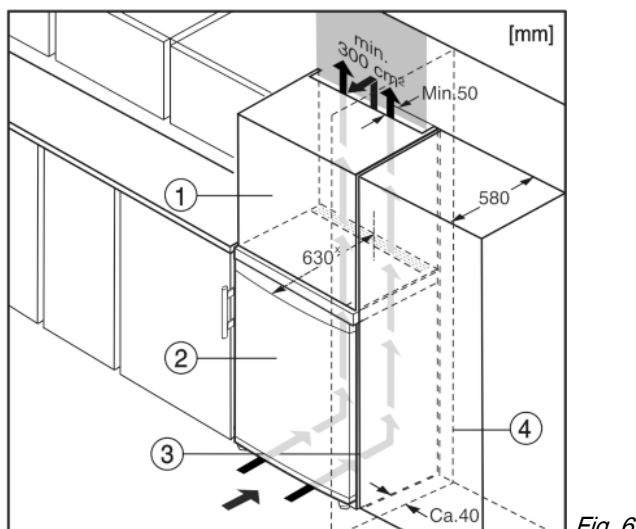

Fig. 6
- (1) Szafka nasadzana*
(2) Urządzenie*
(3) Szafka kuchenna*
(4) Ściana*
Urządzenie może zostać obudowane szafkami kuchennymi. Aby dopasować urządzenie Fig. 6 (2) do wysokości ciągu szafek kuchennych, można nad urządzeniem umieścić szafkę nasadzaną Fig. 6 (1).
W przypadku obudowania szafkami kuchennymi (głębokość maks. 580 mm) urządzenie można ustawić bezpośrednio obok szafki kuchennej Fig. 6 (3). Urządzenie wystaje z boku o 34 mm * i na środku urządzenia o 50 mm * w stosunku do frontu szafek kuchennych.
Jeżeli urządzenie będzie ustawiane z zawiasami do ściany Fig. 6 (4), to pomiędzy urządzeniem i ścianą należy zachować minimalny odstęp, wynoszący 40 mm. Na taką odległość wystaje klamka przy otwartych drzwiach.*